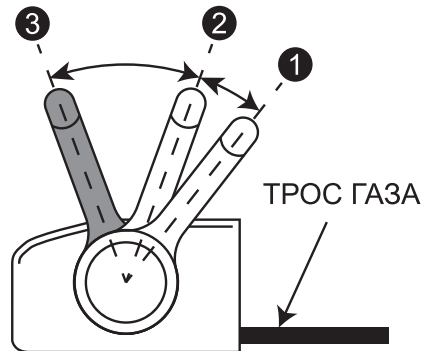

Рис. 10 Холостые обороты двигателя
Определить, что двигатель прогрелся можно по следующим признакам: двигатель устойчиво работает на холостых оборотах (рычаг газа находится в положении «3» (Рис. 10)) и крышка клапанов 2 (Рис. 1) двигателя теплая.
1. Переверните двигатель в режим холостого хода, для этого рычага газа установите в положение «3» (Рис. 10).